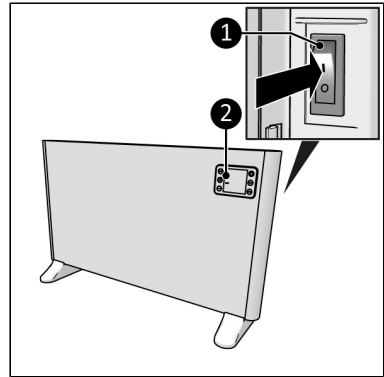

Abbildung 17.
1. Stellen Sie den EIN/AUS-Schalter auf EIN (Abbildung 17, pos. 1).
2. Die Anzeige (Abbildung 17, pos. 2) zeigt EIN an.